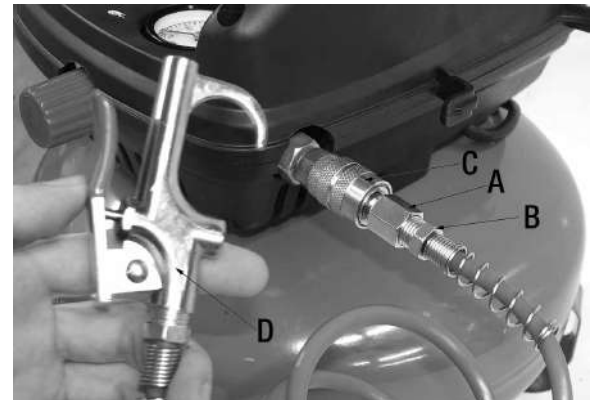

FIGURE 7
2. Vissez le raccord mâle de 1/4" (A) Fig.7 à un des bouts du boyau enroulé (B), ensuite branchez le raccord mâle de 1/4" (A) au connecteur rapide de sortie d'air (C). Raccordez l'accessoire désiré (D) à l'autre bout du boyau enroulé. Pour empêcher les fuites d'air, il est recommandé d'utiliser du ruan Teflon (non inclus) sur les filets du boyau enroulé.